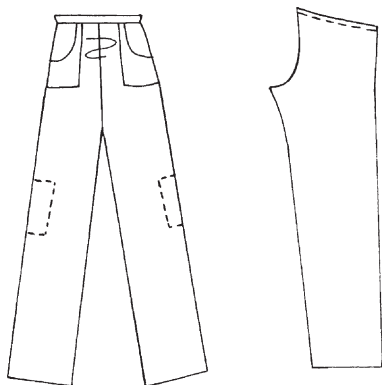

Рис. 53. Слабина на задних половинках брюк у линии притачивания пояса
*Дефект 4:* слабина на задних половинках брюк у линии притачивания пояса (рис. 53).